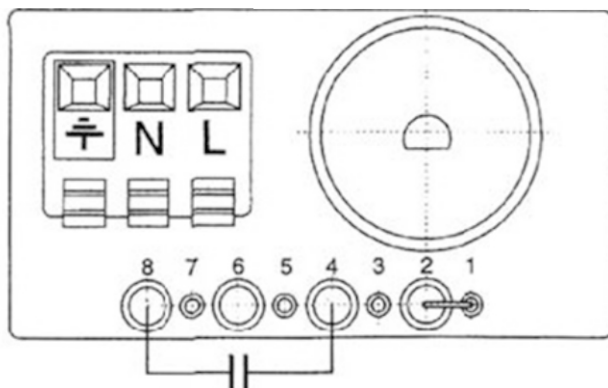

Рис. 4
- Схема электрического подключения приведена на рис. 4.